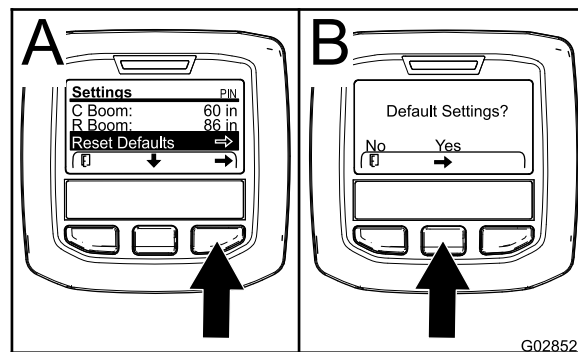

Figura 75
1. Carregue no botão de seleção central para navegar para a introdução da reposição da predefinição (Figura 75).
- No ecrã de predefinições, pressione o botão de seleção esquerdo para NÃO e o botão de seleção direito para SIM (Figura 75).